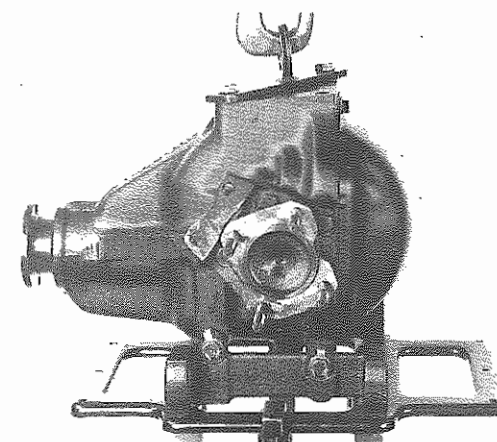

Fig. 30 - Sollevamento differenziale
- Sollevamento differenziale (**Fig. 30**).
- Lift differential (**Fig. 30**).